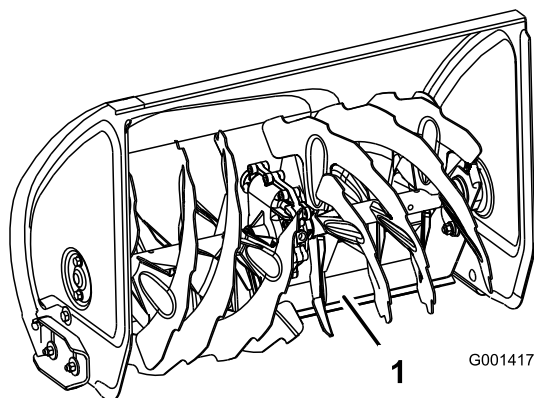

Figura 42
4. Premete le stegole fino a portare il raschiatore orientabile completamente in avanti, quindi abbassate la parte anteriore dello spazzaneve finché il bordo superiore del raschiatore orientabile non tocca il terreno (Figura 42).